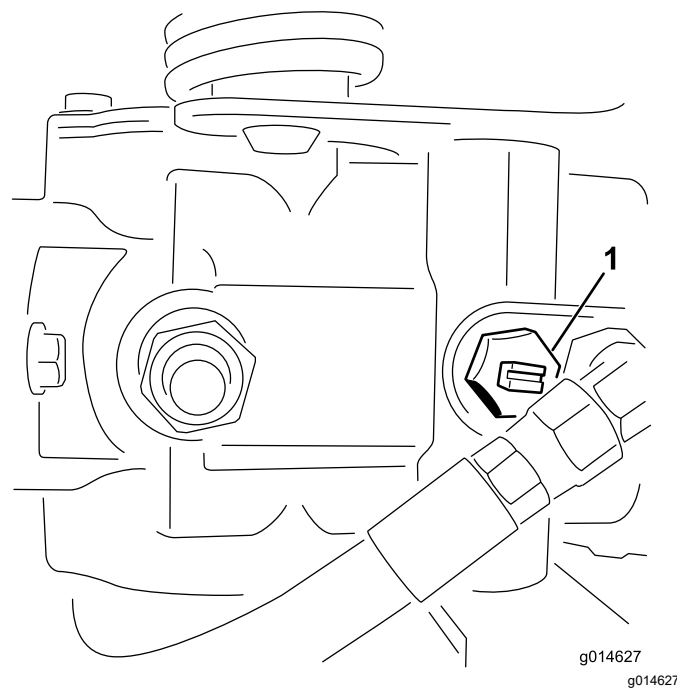

Figure 27
2. Avant de mettre le moteur en marche, fermez la vanne de dérivation (fente horizontale) (Figure 27).
1. Localisez la vanne de dérivation sur la pompe et tournez-la jusqu'à ce que la fente soit verticale (Figure 27).